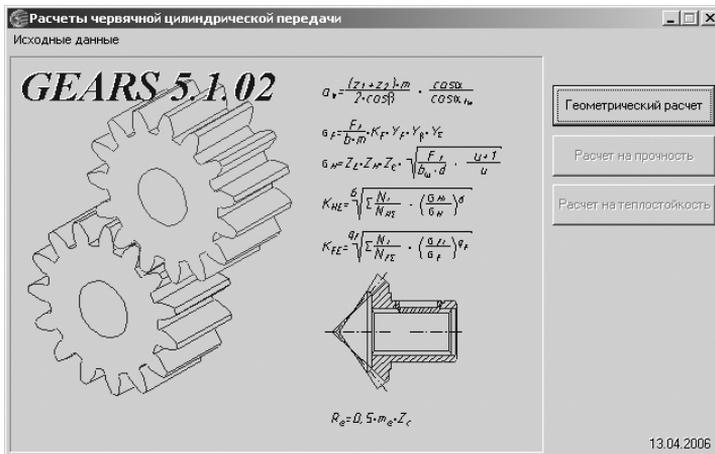

Рис. 5.43. Начальное окно системы **Расчеты червячной цилиндрической передачи**
- щелкните по кнопке **Выполнить**. Появится начальное окно системы **Расчеты червячной цилиндрической передачи**, см. рис. 5.43.